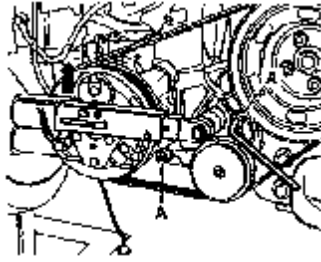

图 2-21 拧紧张紧轮紧固螺栓
③放松多楔带，转动张紧装置，拆下多楔带，放开张紧装置。
(2) 安装：在安装多楔带时，应注意皮带轮的正确的位置。
- ①在皮带轮上套装动力转向泵、发电机和粘液型风扇多楔带。
- ②在皮带轮上套装水泵和动力转向泵皮带。
- ③用 $25\text{N}\cdot\text{m}$ 的拧紧力短拧紧皮带轮。
- ④将多楔带套装在粘液型风扇上，并用 $45\text{N}\cdot\text{m}$ 的拧紧力矩固定粘液型风扇。
- ⑤套装空调压缩机多楔带。
- ⑤如图 2-21 所示，将扭力扳手装在张紧轮紧固螺栓上，以 $25\text{N}\cdot\text{m}$ 力矩拧紧。同时，以 $20\text{N}\cdot\text{m}$ 的力矩拧紧螺栓 A。